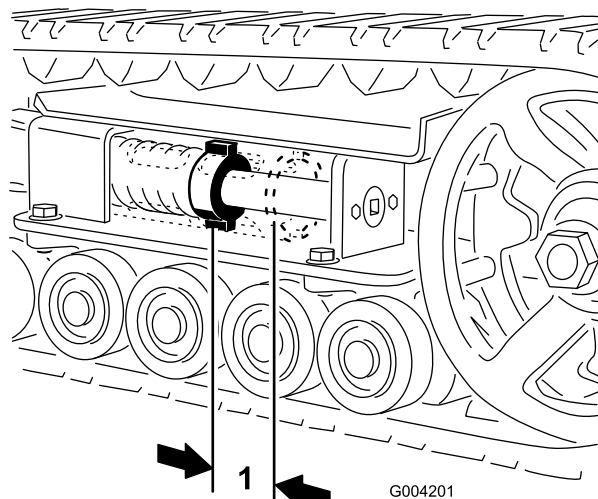
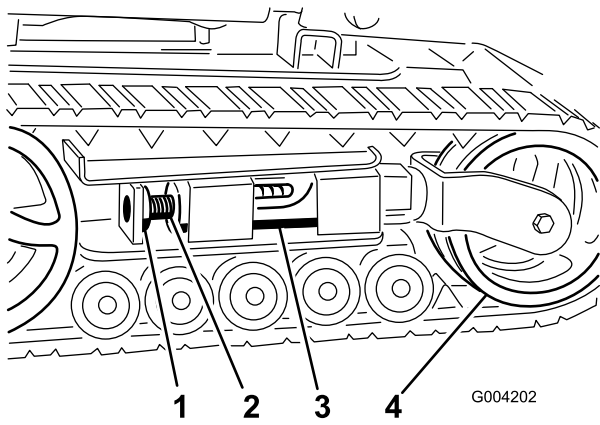
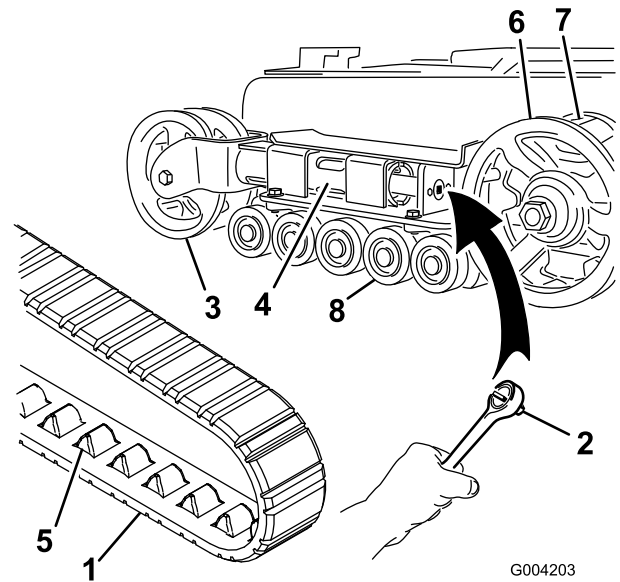
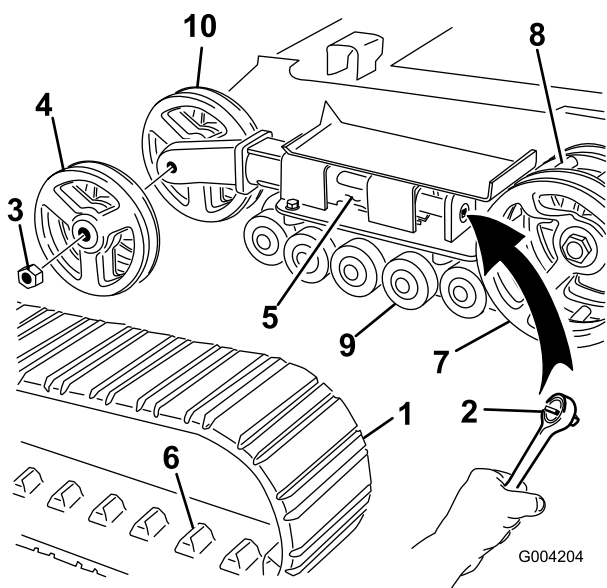

Figura 40
Figura 41
Figura 42
Figura 43
Debe haber una holgura de 7 cm entre la tuerca tensora y la parte de atrás del tubo tensor (Figura 40). Si no es así, ajuste la tensión de las orugas usando el procedimiento siguiente:
3. Retire el perno de bloqueo y la tuerca (Figura 41).
- Usando una llave de tubo de 1/2 pulgada (13 mm) (Figura 42), gire el tornillo tensor en el sentido contrario a las agujas del reloj hasta que la distancia entre la tuerca tensora y la parte de atrás del tubo tensor (Figura 40) sea de 7 cm.
- Alinee la muesca más próxima del tornillo tensor con el taladro del perno de bloqueo, y fije el tornillo con el perno de bloqueo y la tuerca (Figura 41).
- Retire el perno de bloqueo y la tuerca (Figura 41).
- Usando una llave de tubo de 1/2 pulgada (13 mm), alivie la tensión en la oruga girando el tornillo tensor en el sentido de las agujas del reloj (Figura 41 y Figura 42).
- Empuje la rueda tensora hacia la parte de atrás de la unidad de tracción para mover el tubo tensor contra el bastidor (Figura 42). (Si no toca el bastidor, siga girando el tornillo tensor hasta que lo toque.)
- Cuando haya retirado la oruga de la rueda tensora, retírela de la rueda motriz y de las ruedas de rodaje (Figura 42).
- Empezando en la rueda motriz, pase la oruga nueva alrededor de dicha rueda, asegurándose de que los salientes de la oruga encajen entre los dientes del piñón (Figura 42).
- Empuje la oruga por debajo de y entre las ruedas de rodaje (Figura 42).
- Gire el tornillo tensor en el sentido contrario a las agujas del reloj hasta que la distancia entre la tuerca tensora y la parte de atrás del tubo tensor (Figura 40) sea de 7 cm.
- Usando una llave de tubo de 1/2 pulgada (13 mm), alivie la tensión en la oruga girando el tornillo tensor en el sentido de las agujas del reloj (Figura 41 y Figura 43).
- Empuje la rueda tensora hacia la parte de atrás de la unidad de tracción para mover el tubo tensor contra el bastidor (Figura 43). (Si no toca el bastidor, siga girando el tornillo tensor hasta que lo toque.)
- Retire la tuerca que fija la rueda tensora exterior y retire la rueda (Figura 43).
- Retire la oruga (Figura 43).
- Retire la tuerca que fija la rueda tensora interior y retire la rueda (Figura 43).
- Instale la rueda tensora interior y fíjela con la tuerca que retiró anteriormente (Figura 43).
- Instale la oruga nueva, asegurándose de que los salientes de la oruga encajen entre los dientes del centro la rueda motriz (Figura 43).
- Instale la rueda tensora exterior y fíjela con la tuerca que retiró anteriormente (Figura 43).